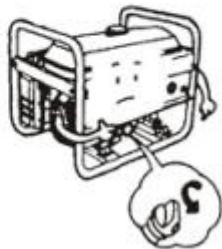

Рис. 9
5.1.1 Відкрити ковпачок масляного патрубку та почистити масляний щуп чистою серветкою (Рис. 9).